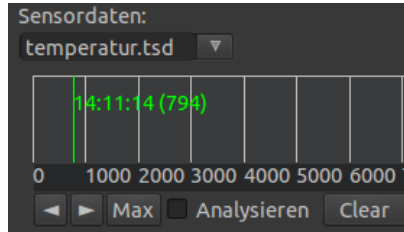

Abbildung 9: Zeitleiste für eines .tsd-Datensatzes
- **Sensordaten:** Wählen Sie hier die zu verwendenden Sensordaten aus. Wenn Sie Zeit-bezogene Sensordaten auswählen, wird eine Zeitleiste eingeblendet. (s. Abbildung 9) Mit der [**linken Maustaste**] oder mit den **Pfeiltasten** können Sie den Zeitpunkt auswählen, für den die Temperaturverteilung berechnet werden soll. Der aktuelle Zeitpunkt wird mit Name und Index als grüner Balken angezeigt.